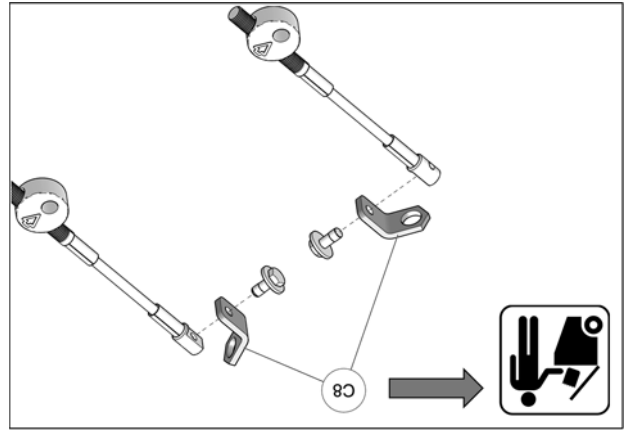

Fig. 14
7. Les systèmes de traction avant 2015 et plus ont la plaque de support de limiteur de conduite intégrée au bras stabilisateur. Il n'est pas nécessaire d'installer les plaques de support (C8) fournies dans l'ensemble d'installation. Voir la Fig. 14